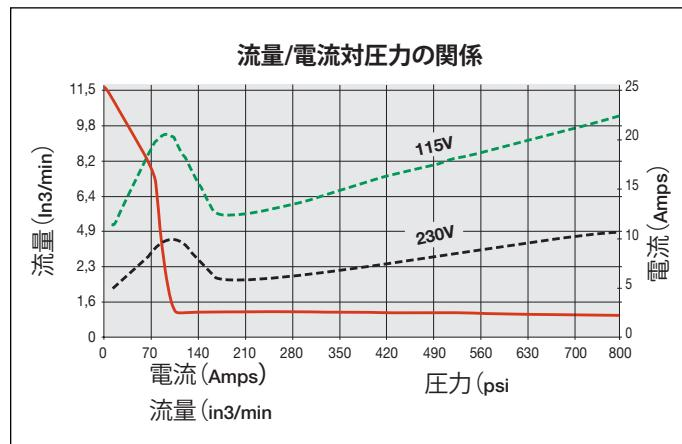

図1 流量図
#### 3.2 F流量図(図1参照)
\*実際の消費電力は、用途によって異なります。図1を参照してください。
1. 絶縁および配線回路の保護はお客様が行ってください。ライン回路保護機能は、最大使用圧力におけるモーターの最大電流の115%に設定しなければなりません(図1参照)。